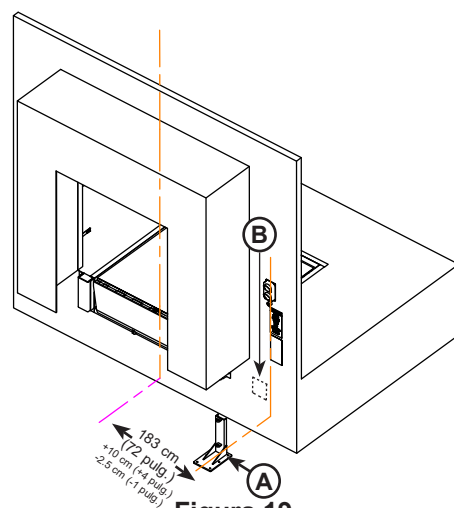

Figura 19
- Coloque el centro del poste de montaje **(A)** a la distancia que se muestra en la inspección del sitio, que se mide desde el centro del nivelador de muelle y también desde la parte delantera del edificio. Consulte la **Figura 19**. Esta dimensión normalmente es 183 cm (72 pulg.). Consulte la inspección del sitio para confirmar los detalles, o comuníquese con el Servicio Técnico con preguntas. La separación se puede desviar +10 cm o -2.5 cm (+4 pulg. o -1 pulg.).